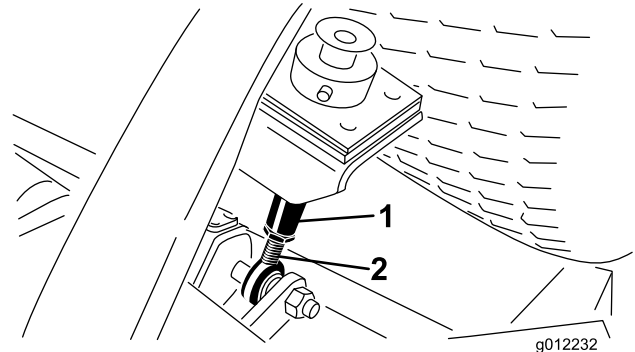

Figura 17
6. Desaperte as porcas de retenção na parte inferior das barras da altura de corte (Figura 17).